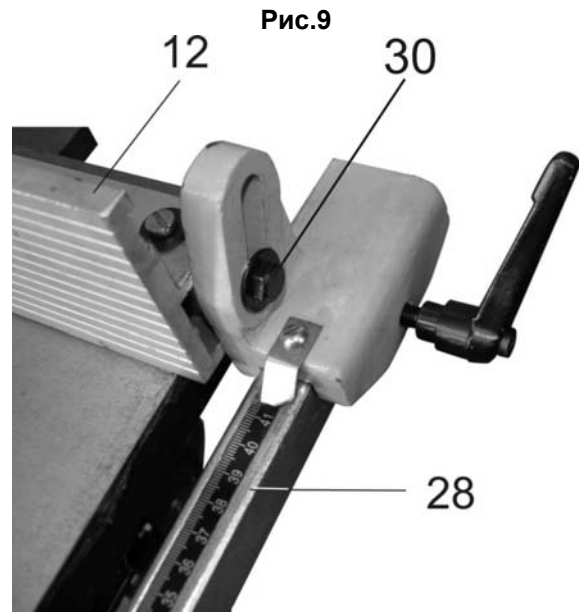

Рис.9
8.2.9. Закрепите болтом с шайбой (30) направляющую планку (12) к держателю, Рис.9. В зависимости от намеченной операции направляющая планка (12) устанавливается на опоры (28) или (29), Рис.3,9.